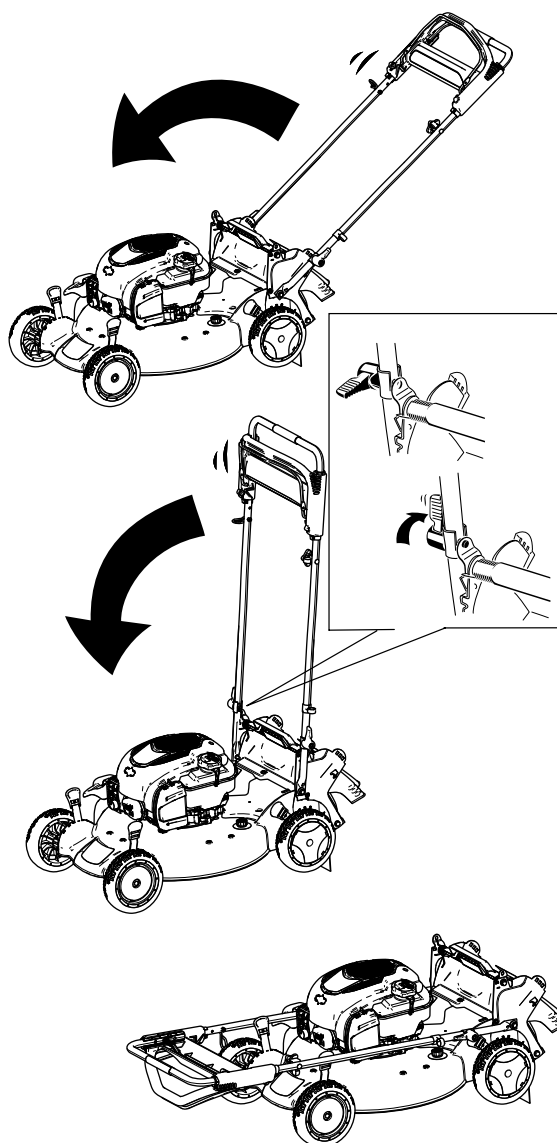

Figuur 35
1. Verwijder de elektrische startknop; zie Figuur 35 (uitsluitend modellen met elektrisch startsysteem).